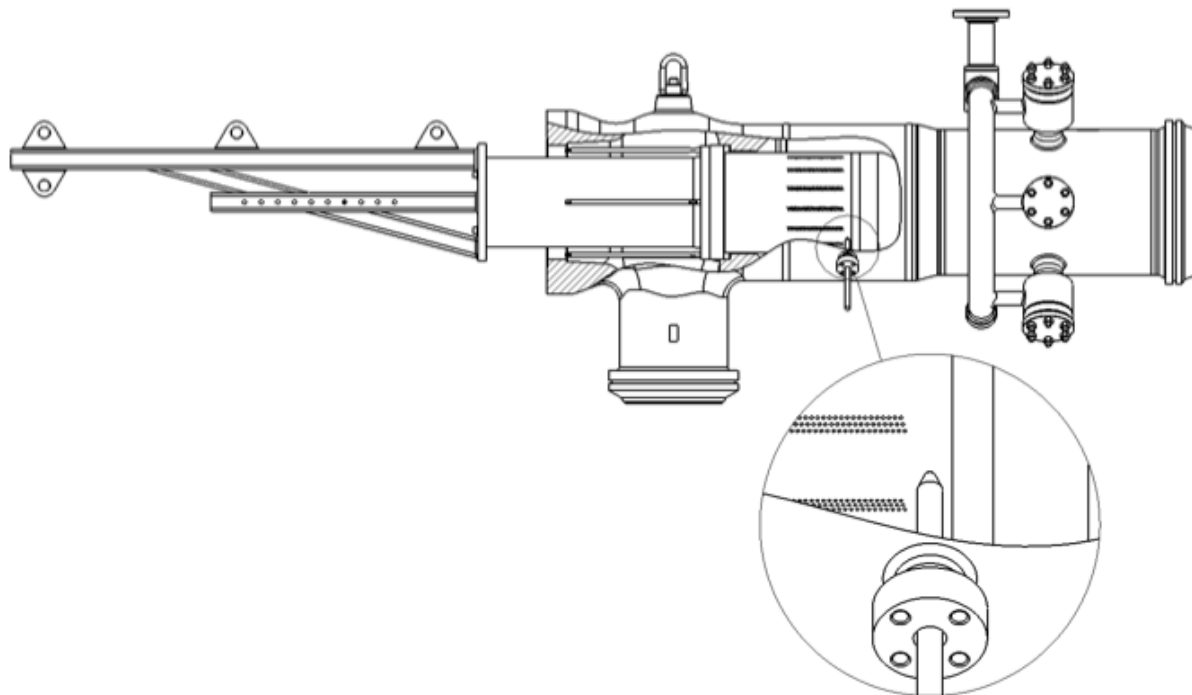

Рисунок 7 - Снятие кольца седла/диффузора кольца седла
2. Вверните опорные стержни диффузора в гнезда для установки домкрата до касания со стенкой. Выполните 1 полный оборот после касания, чтобы обеспечить опору диффузора (см. Рисунок 7).